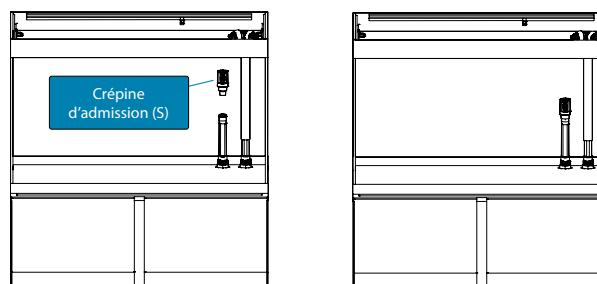
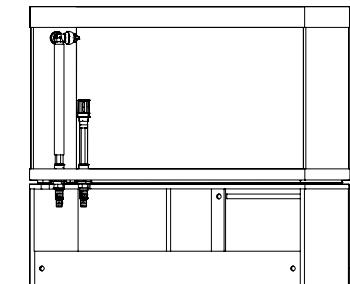
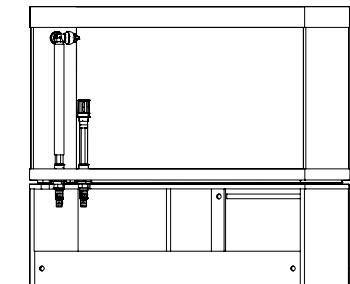

Fig. 5
Fig. 6
Fig. 7
- Insérer la crêpine d'admission (S) dans le tube de raccordement (A) (Fig. 5). Le résultat de l'assemblage final est affiché aux Fig. 6 et Fig. 7.
**ATTENTION! :** Ne jamais forcer les tubes de raccordement (A) de travers, car cela peut endommager les systèmes d'entrée et de sortie d'eau ainsi que le bac en verre. Si un système de filtration différent qui ne requiert pas les systèmes d'entrée et de sortie d'eau fournis avec l'aquarium (p. ex. un filtre submersible) est utilisé, rétablir les conditions initiales en retirant les deux tubes de raccordement (A) et en fermant les ouvertures (O) et (I) avec les bouchons (P) et (Q). Le bouchon (Q) assure l'étanchéité et doit être inséré dans son siège à l'aide d'une pression. Le bouchon (P) est conçu pour protéger le bouchon (Q) et assurer que ce dernier demeure bien en place. Visser le bouchon (P) à la main seulement, jusqu'à ce qu'il ne tourne plus, en prenant soin de ne pas le forcer. **NE PAS UTILISER D'Outils, CAR CEUX-CI PEUVENT ENDOMMAGER L'APPAREIL.**